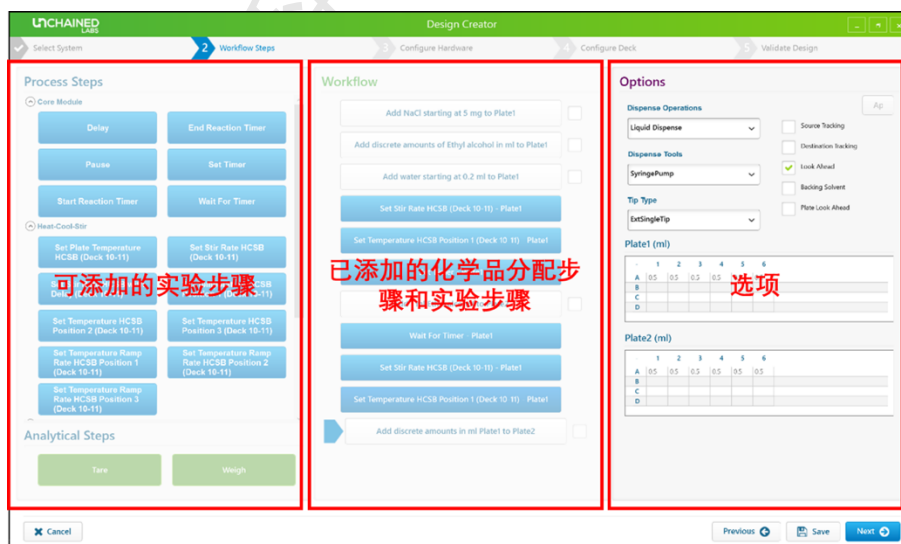

图 6-2-12
- b) **实验步骤设置(Workflows Steps):** 进入 Workflow Steps 之后, 中间 Workflow 会根据之前实验板位中设定的化合物添加, 按照顺序自动生成相关添加固体和液体的步骤 (注意: 固液分配顺序在此无法调整)。同时, 页面左侧为可添加的实验步骤 “Process Steps”, 右侧为 “Workflow” 中选中步骤的设定选项 “Options” (图 6-2-12)。